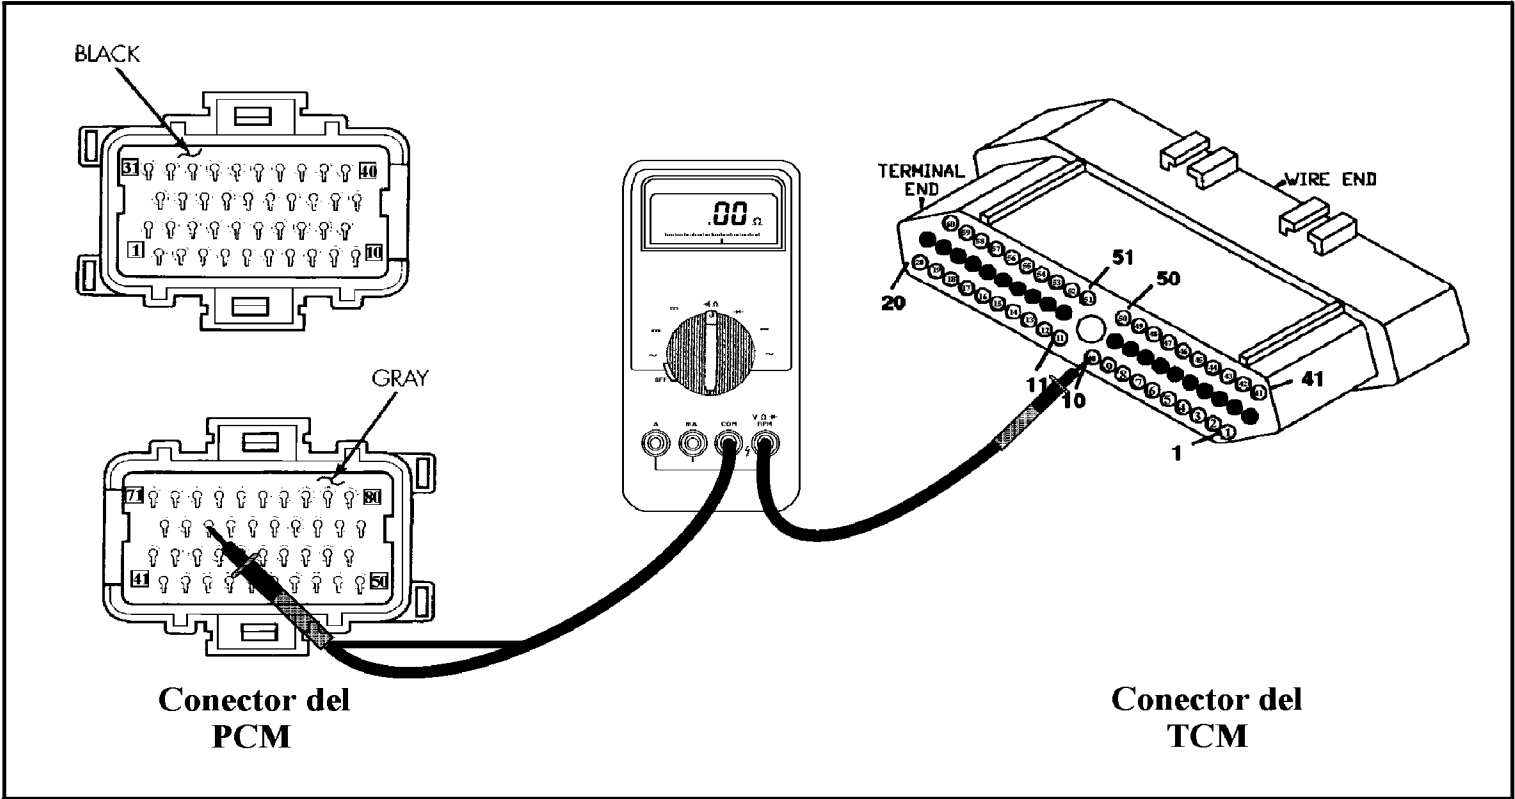

Figura 59
- Mantenga la ignición apagada y desenchufe el PCM. Realize una prueba de continuidad al alambre colocando un cable del metro en la cavidad 63 del conector del PCM y en la cavidad 10 en el conector del TCM (Vea la figura 59). Si hay menos de 5 ohms de resistencia, cambie el PCM. Si hay un abierto, repare o reemplaze el alambre averiado.